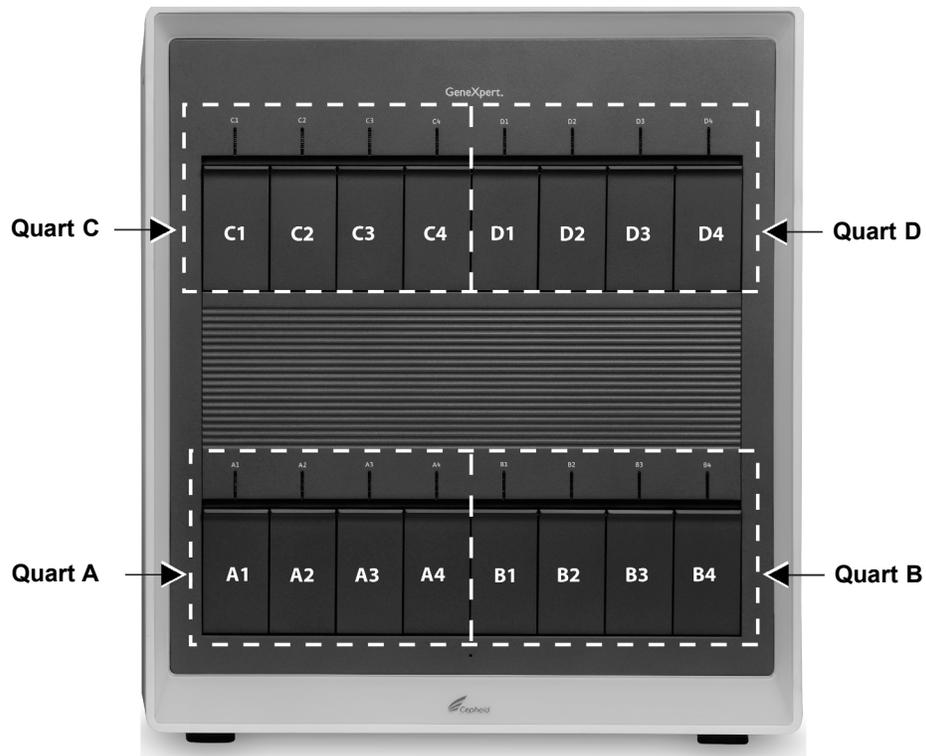
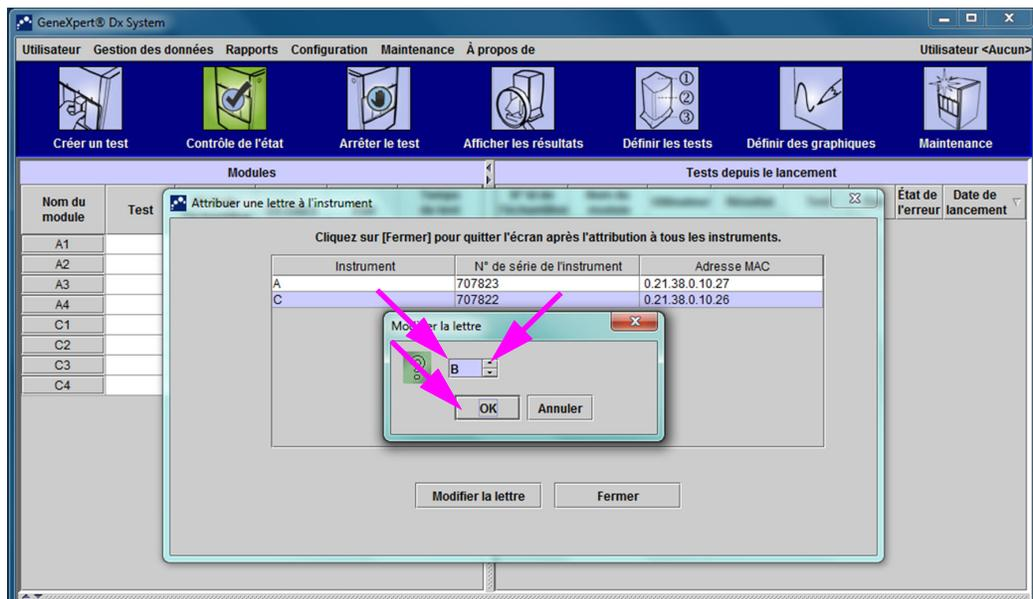

Figure 2-62. Lettres attribuées aux quarts (GX-XVI illustré)
Figure 2-68. Fenêtre GeneXpert Dx System avec superposition de la boîte de dialogue Modifier la lettre
Le logiciel GeneXpert Dx attribue automatiquement une lettre (A, B, C ou D) pour identifier chaque quart de l'instrument GeneXpert GX-XVI connecté à l'ordinateur. La Figure 2-62 illustre la manière dont chaque quart du GX-XVI est visualisé par le système.
La boîte de dialogue Modifier la lettre s'affiche, comme illustré dans la Figure 2-68. Sélectionnez la lettre à attribuer au(x) module(s) en utilisant les flèches vers le haut et vers le bas de la boîte de dialogue Modifier la lettre. Sélectionnez la lettre correspondant au quart défini par les quatre modules dont les voyants clignotent. Par exemple, si l'ensemble de modules situé sur le côté droit inférieur (Quart B dans la Figure 2-62) clignote, sélectionnez **B** comme nouvelle lettre.
5. Après avoir modifié la lettre attribuée, cliquez sur **OK**. Voir Figure 2-68.